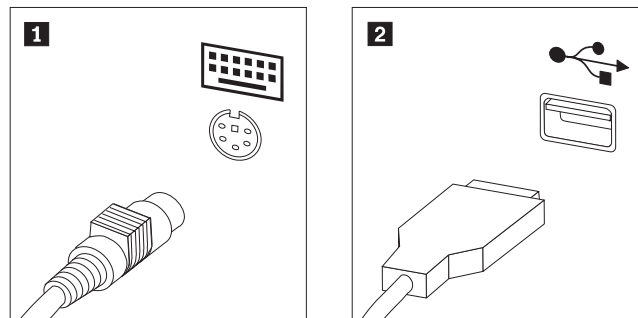

Figura 43. conectores de teclado, estándar y USB
3. Localice el conector del teclado. Consulte el apartado Figura 43.